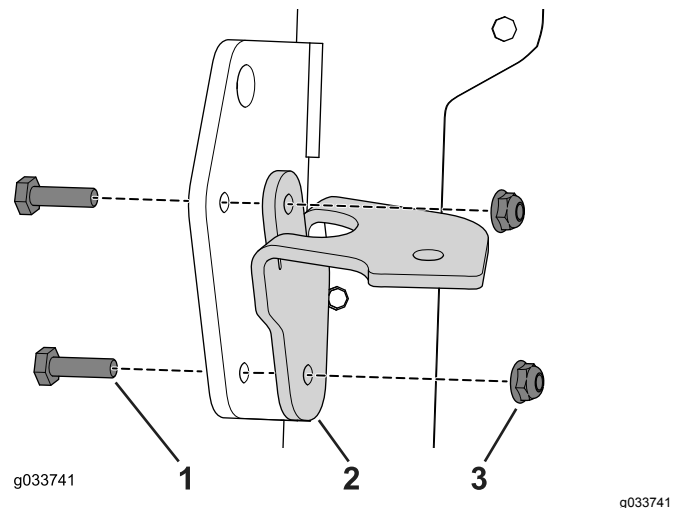

图 10
- 对于不带镜子的机器用 4 个螺栓 1/4 x 7/8 英寸和凸缘螺母将灯具总成固定到支架上 图 10。